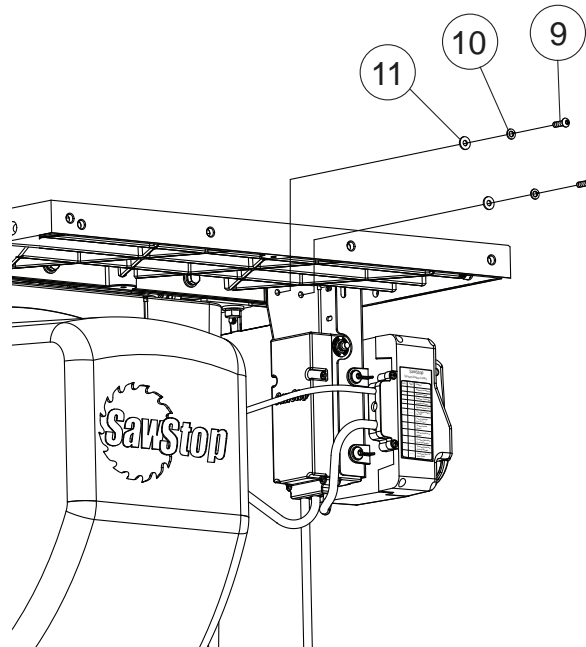

Fig. 29
- La quincaillerie requise pour fixer le boîtier de l'interrupteur se trouve sur la partie de l'ensemble de quincaillerie ayant un arrière-plan orange. Retirez deux vis à tête cylindrique M6 x 20, deux rondelles ressort M6, et deux rondelles plates M6 et placez au bout de chaque vis une rondelle ressort suivie d'une rondelle plate. Fixer le boîtier sous la rallonge de table gauche en insérant les vis dans les deux trous du support de montage du boîtier (voir figure 28), et ensuite les enfiler dans les trous à l'avant de la rallonge gauche (voir figure 29). Serrez les vis à l'aide d'une clé hex 4 mm.